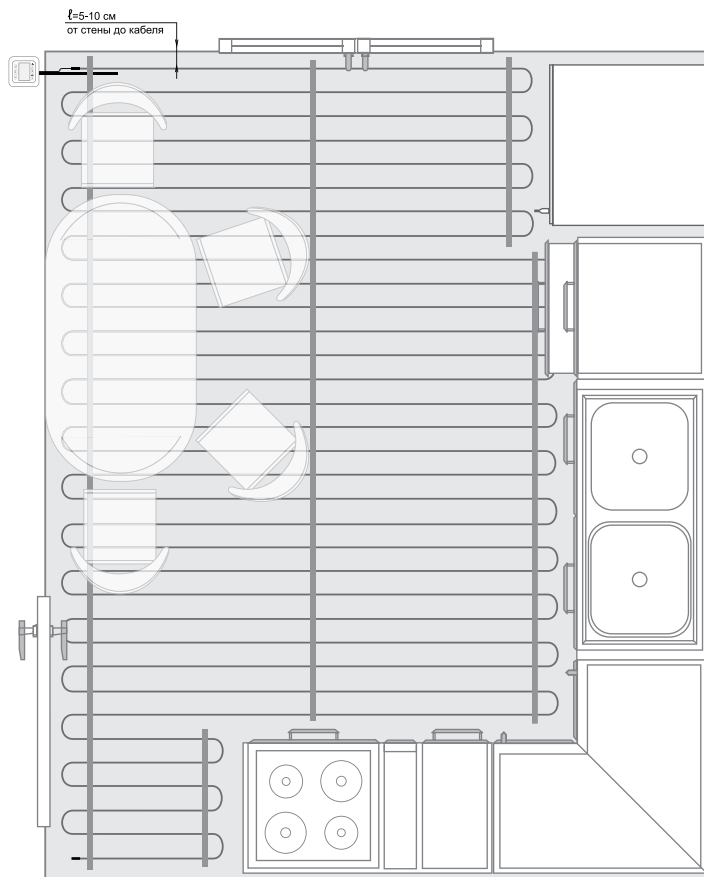

Рис.4
**5. Разложите нагревательный кабель на поверхности пола по форме обогреваемой площади (рис. 4).**